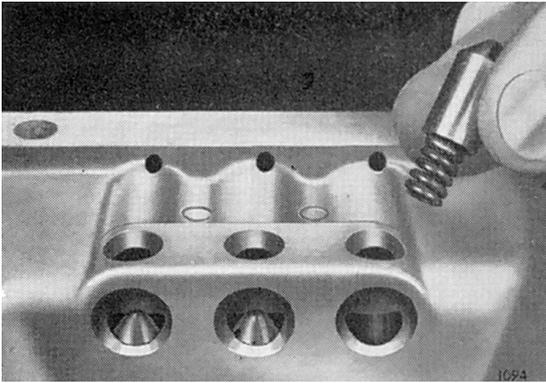

Fig. 50.
Introduire les plongeurs et les ressorts dans le couvercle (Fig. 50), puis glisser le coulisseau de troisième/prise directe (24) dans l'extrémité avant du couvercle (29). Pendant le positionnement du coulisseau, appuyer sur le plongeur de sélection, pour que le coulisseau puisse passer par dessus ce plongeur et s'engager dans la fourchette appropriée. Pousser le coulisseau davantage vers l'intérieur jusqu'à ce que son encoche centrale s'engage avec le plongeur, c'est-à-dire que le coulisseau se trouve à sa position point mort.